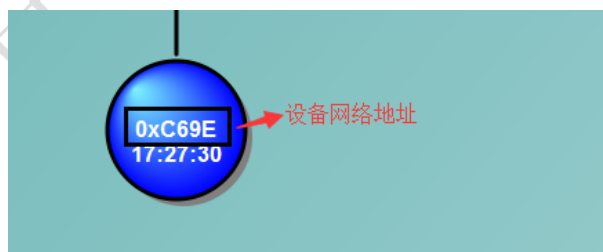

图 11 ZTopology 的节点信息
- 在 ZTopology 中，我们可以看到一个节点的相关信息。其中包括自定义地址，zigbee 的网络地址,如图 11 所示。